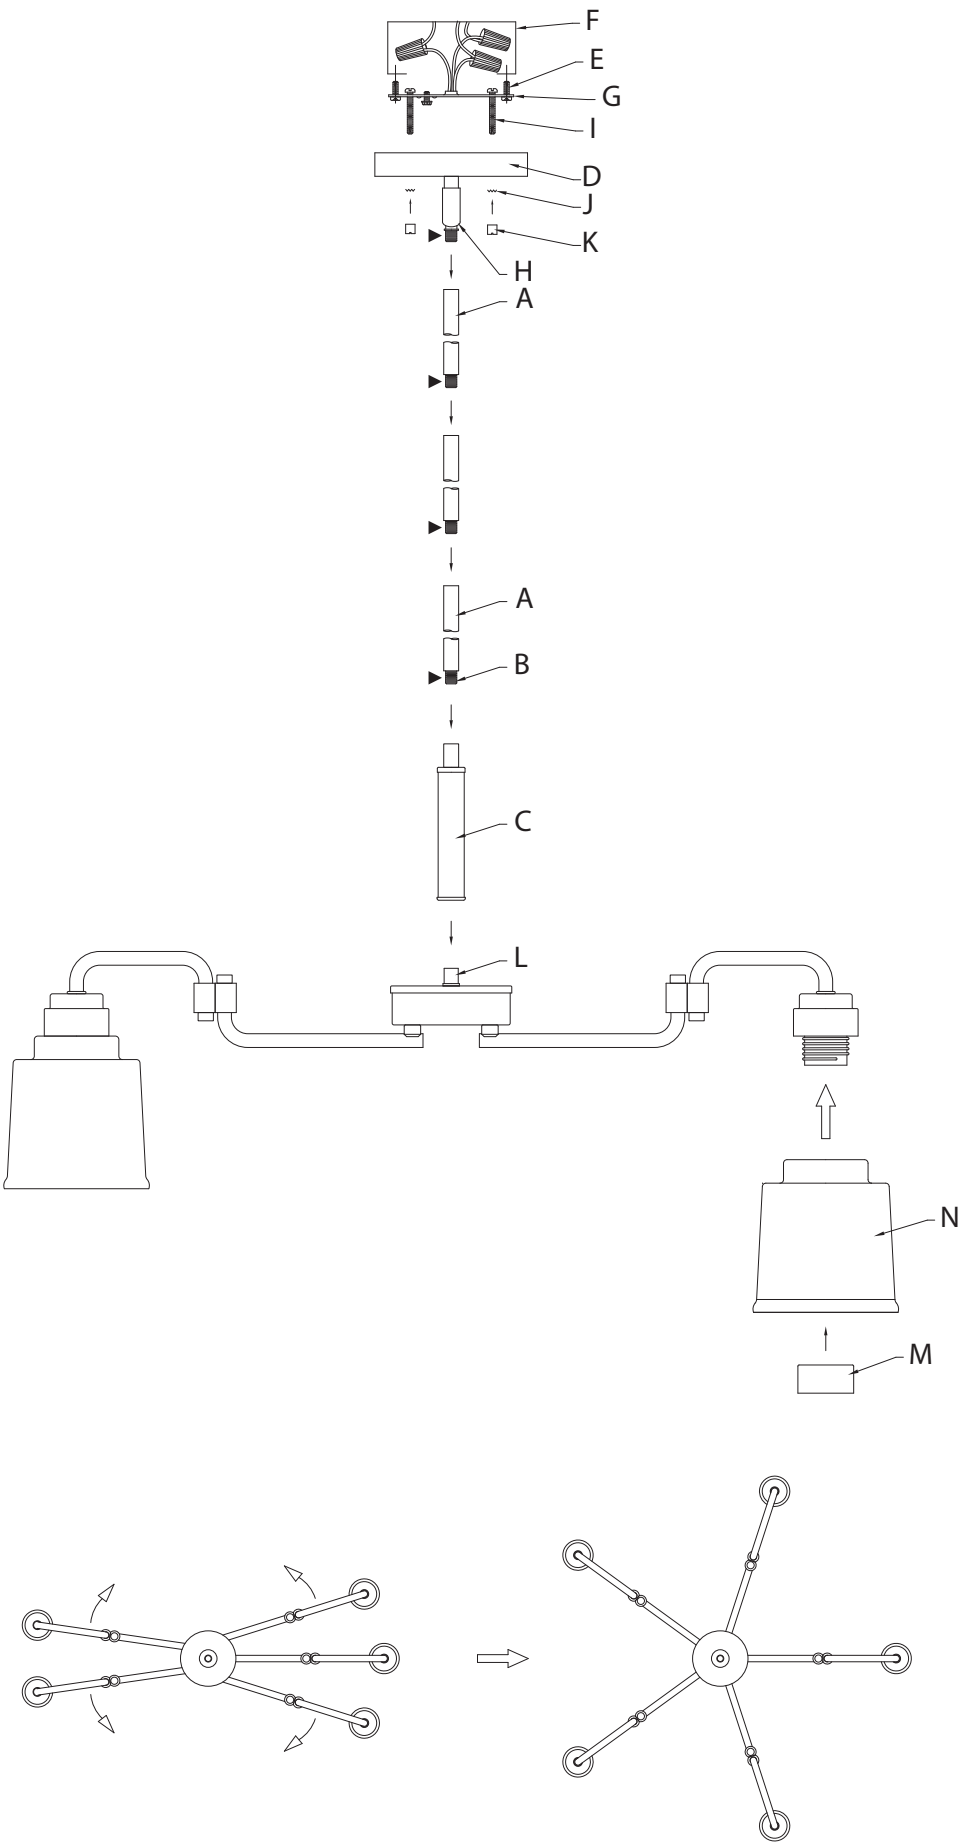

Fig. 1
- 1) Gire los cinco (5) brazos en sus posiciones correctas como se muestra (Fig. 1).